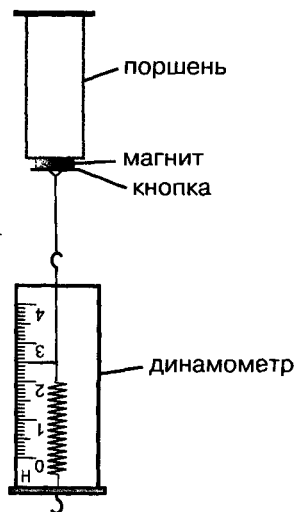

Рис. 119
**Приборы и материалы:** Поршень шприца с магнитом (рис. 119), динамометр, кнопка канцелярская.
1. Положите поршень шприца с одной приклеенной магнитной шайбой на стол и приблизьте якорь. Якорем является канцелярская железная кнопка, острие которой загнуто вовнутрь и под него подведена замнутая нить. Якорь притягивается (рис. 119).